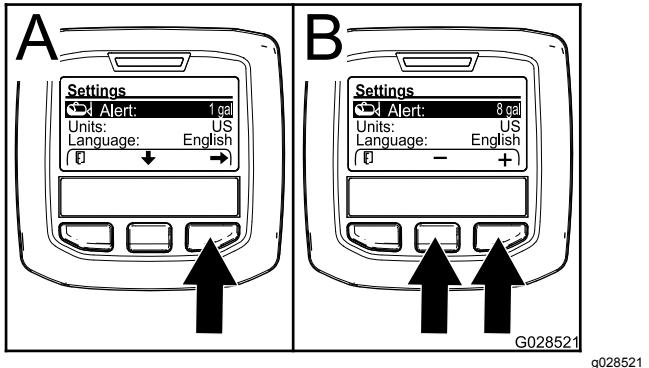

Figure 23
- Appuyez sur le bouton de sélection central pour mettre en surbrillance le réglage Alerte (Figure 23).
- Appuyez sur le bouton de sélection droit (Figure 23).
- Utilisez le bouton de sélection central ou droit pour entrer la quantité minimum dans la cuve à laquelle l'alerte s'affichera pendant le fonctionnement du pulvérisateur (Figure 23).